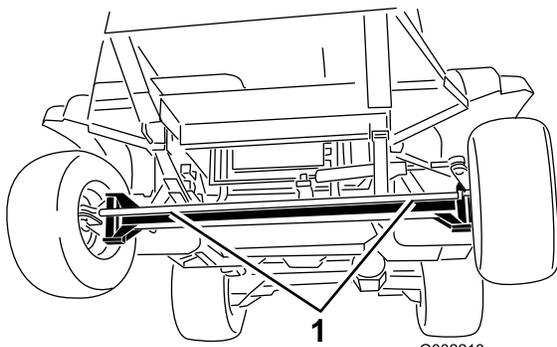
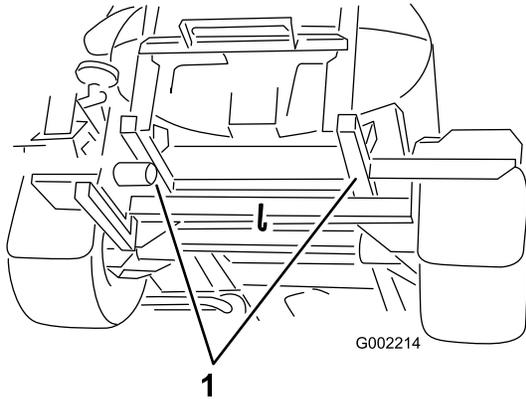

图 61
图 62
4. 将拖绳系在机架上请参照前、后拖曳点图 61 和图 62。